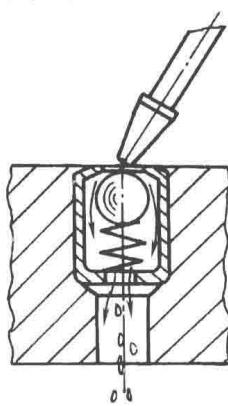

图 1-4 弹子油杯润滑
③擦净车床床身和中、小滑板导轨面，用油壶在导轨上浇油润滑。注意油不必浇得太多，并应浇在导轨面上，不要浇在凹槽内。要求在工作开始前和工作结束后都要擦净加油一次。
④在车床尾座、中滑板、小滑板手柄的转动部位，一般都装有弹子油杯。润滑时要用油壶嘴将弹子向下揿，然后将油注入，如图1-4所示。在车床的各滚动或滑动摩擦部位一般都装有弹子油杯供润滑，要熟悉自用车床各油杯位置，做到每班依次加油一次，不可遗漏。